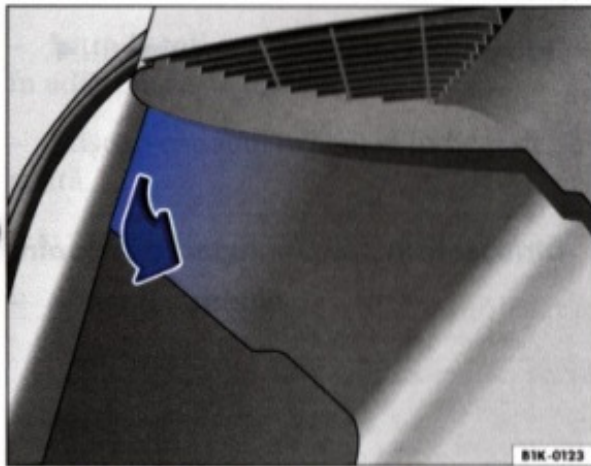

Fig. 36 Ridicați capitonajul lămpii din spate.
- Trageți capitonajul lateral în sensul indicat de săgeată ⇒ fig. 36. ▶